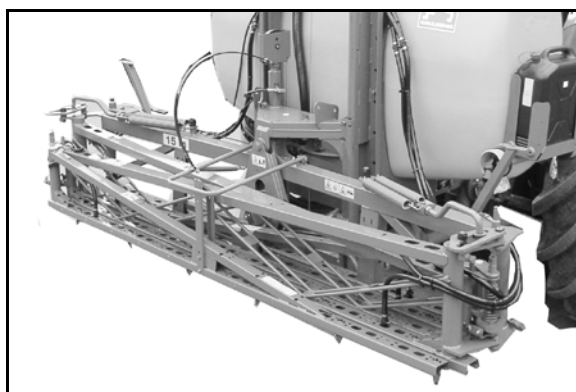

Fig. 80
4. Kontroller efter indklapning, at transportsikringen er gået i hak (Fig. 80).